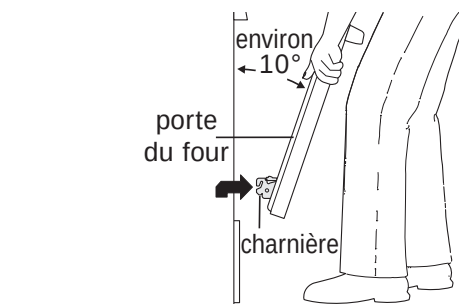
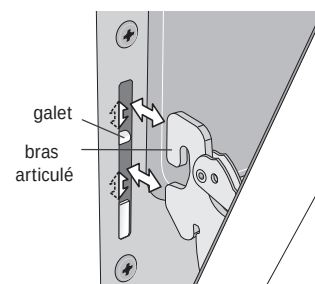

Figure 13 : Soutien de la porte pour la dépose
Figure 14 : Repose du bras articulé et du galet
3. Saisir fermement les deux côtés de la porte du four. Ne pas la soulever par la poignée (voir Figure 13).
4. Ouvrir la porte à un angle d'environ 10 degrés du cadre de porte (voir Figure 13).
5. Soulever les bras articulés hors des galets situés de part et d'autre du cadre de four (voir Figure 14).
1. Saisir fermement les deux côtés de la porte du four. Ne pas la soulever par la poignée (voir Figure 13).
2. Tout en tenant la porte au même angle que pour la dépose, asseoir le crochet du bras articulé sur les galets situés de part et d'autre du cadre de four (voir Figure 13 et Figure 14). Le crochet du bras articulé doit s'asseoir fermement sur les galets.